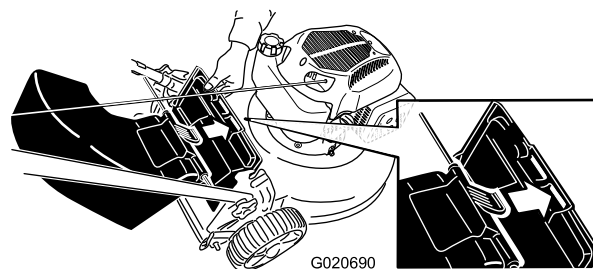

Рисунок 23
3. Вставьте выступ на заднем отражателе выброса в правую прорезь на заднем отражателе (Рисунок 23).